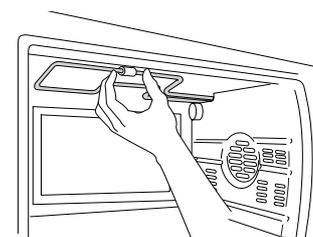

fig. 14
**IMPORTANT:** après le nettoyage remettre la résistance en place et la fixer (fig14) **Le four ne doit pas être utilisé quand la résistance est abaissée.**